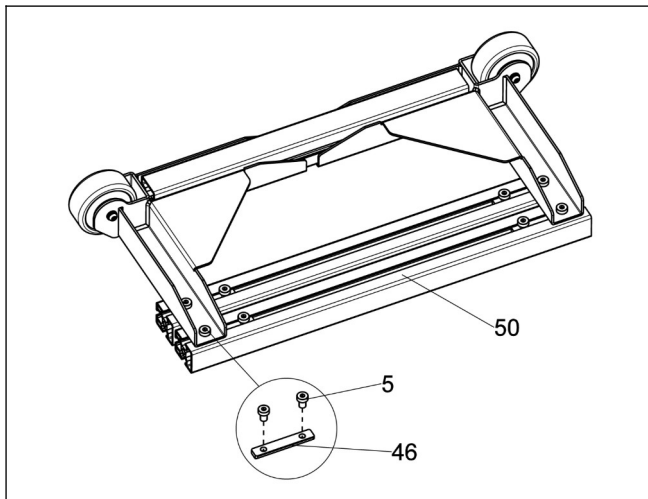

图 5
a. 将后角架组件 “A” 倒置于地面，松开紧固件 “5”，取下长侧轨 “50”、锁紧块 “46”。（见图 5）